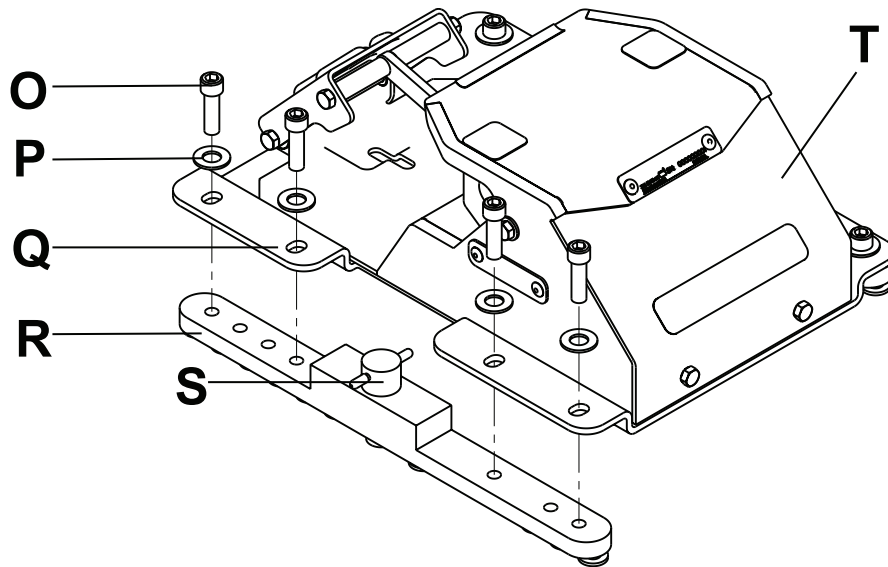
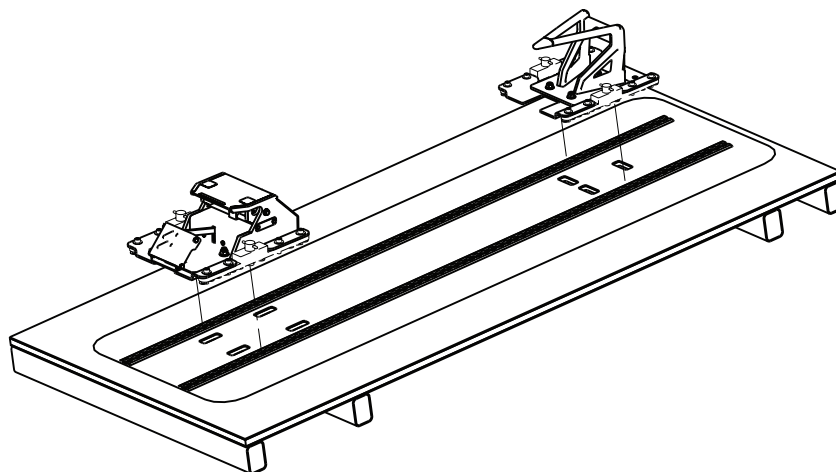

Abbildung 7 – Montage der Fußendbefestigung
Abbildung 8 – Kopf- und Fußendbefestigung – Installation auf Bodenschienen
1. Die acht Unterlegscheiben (P) zwischen die acht Schrauben (O) (auf jeder Seite vier) und die Sicherheitsbasisplatte der Fußendebefestigung (Q) positionieren (Abbildung 7).
- Den Sperrriegelschlüssel gegen den Uhrzeigersinn drehen, um den Sperrriegel auf dem **Unwin**-Adapter (R) der Fußendbefestigung (T) zu entriegeln (Abbildung 7).
- Den Sperrriegelschlüssel anheben und um eine halbe Umdrehung drehen, um den Sperrriegel (S) zu lösen
- Den Sperrriegelschlüssel im Uhrzeigersinn drehen, um den Sperrriegel zu entriegeln und den **Unwin**-Adapter (R) an der Bodenschiene zu verriegeln.
- Die Schritte 5–8 wiederholen, um die Kopfendbefestigung an der Bodenschiene zu installieren (Abbildung 8).